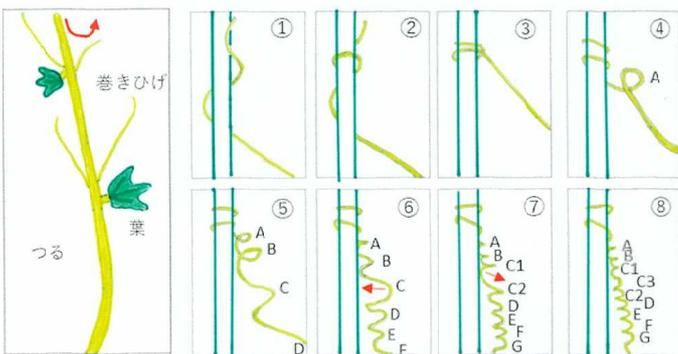

図5: 考察した(左)つるの先端の回転運動と、(右)巻きひげのらせん形成のイラスト
以上を踏まえて、図5に考察しているイメージをイラストとして描いた。
- ①つるの先端には、葉の間かくごとに、複数の巻きひげがついていて、つるの先端が回転することで、巻きひげが支柱と触れる機会が増えるようになっていく。
- ②らせん構造の形成は、支柱に2回~3回巻きついた(①~③)後、よじれながら大きな輪の構造を作り(④)、徐々に小さな輪となっていく(⑤)。また、1つ目の輪を小さくしながら、2つ目以降の大きな輪を同時に作っている(⑥~⑦)。図5のCの位置は、巻く向き異なる2つのらせん構造の間となっていて、最後に巻きひげが回転して、らせんが完成する(⑧)。この時、らせんが作られる順番は、端から順番通りとはならなかった。